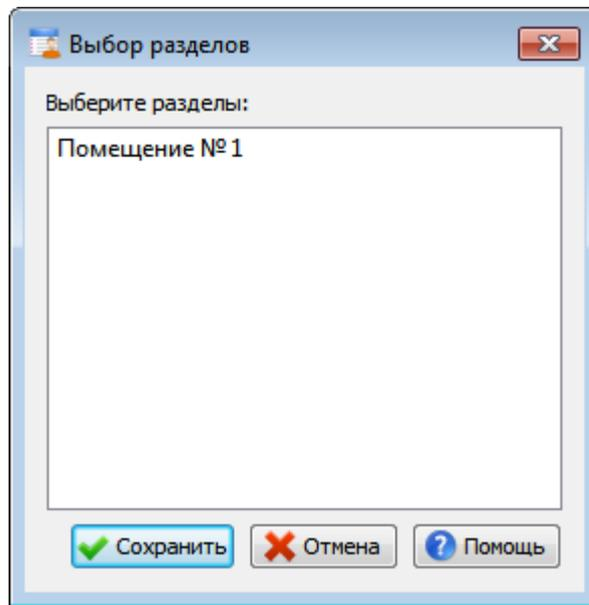

Рис. 97
- Откройте вкладку «Права на разделы» в нижней части страницы «Список пользователей» и нажмите кнопку  для вызова окна «Выбор разделов» (Рис. 97).